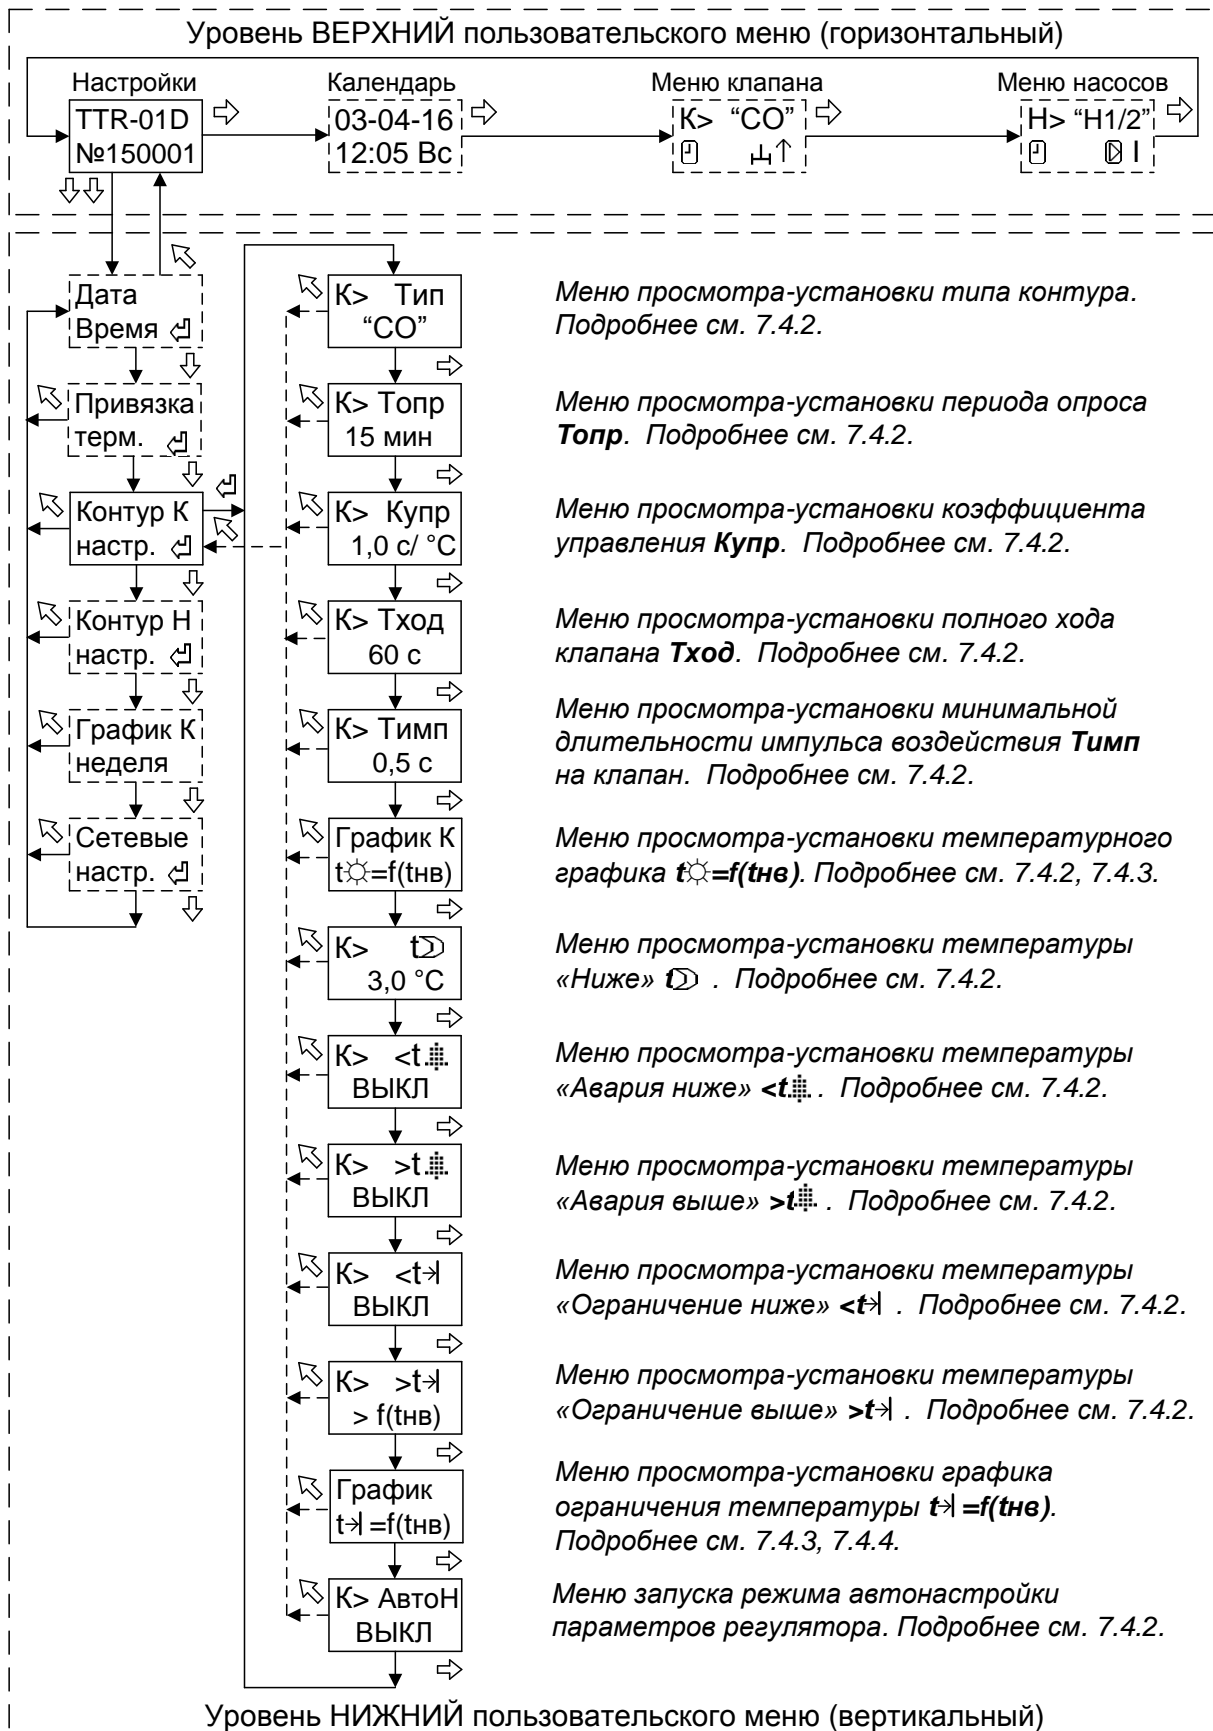

Рисунок 4 - Структура меню настройки параметров для системы отопления
7.4.3 Для просмотра-установки температурного графика регулирования необходимо войти с помощью нажатия кнопки “☰” (см. рисунок 4) в меню «График☀ t=f(тнв)».